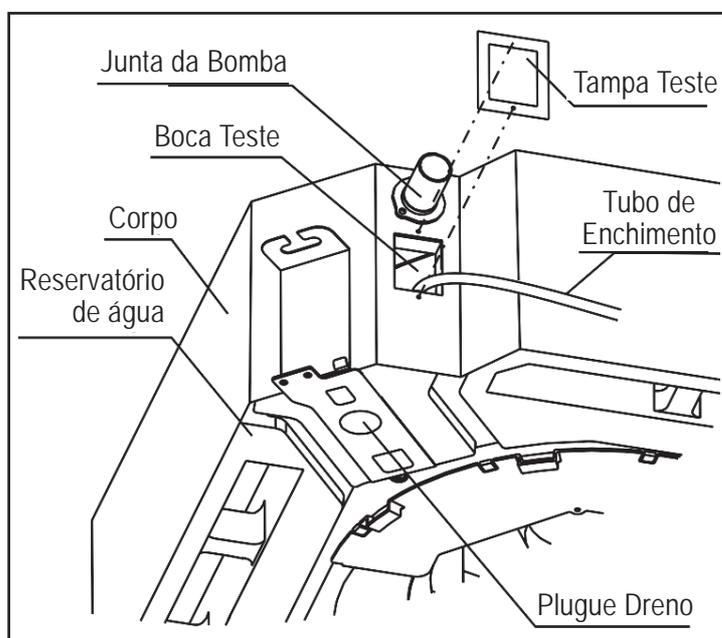

FIGURA 32
- Retire a tampa de teste e encha o depósito de água com cerca de 2000 ml através do tubo de enchimento. (Figura 32).